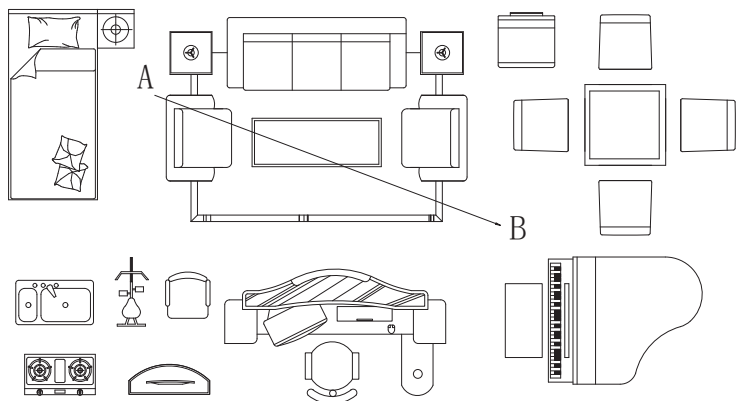

图 1-12 窗口缩放
(1) 若已执行“范围缩放”命令，可单击标准工具栏的“窗口缩放”图标。
(2) 在命令行输入“Z”并按回车键，在命令行提示【ZOOM [全部(A)/中心(C)/动态(D)/范围(E)/上一个(P)/比例(S)/窗口(W)/对象(O)] <实时>:】中输入“W”并回车。在绘图区选择A点单击，然后将光标向右下角移动至B点单击，如图1-12所示。系统将自动把A、B两点形成的矩形窗口内的图形居中并充满整个绘图区域。窗口缩放可通过任意对角点创建选择区域。